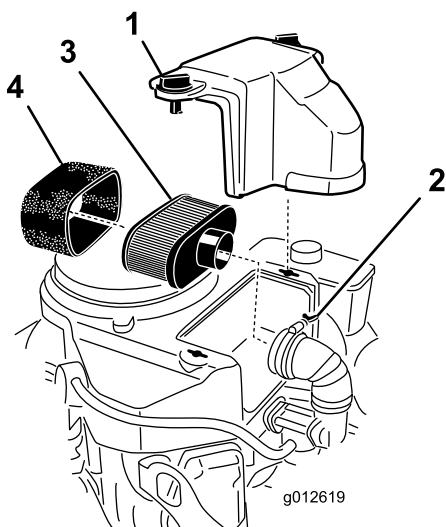

Figura 14
3. Limpie la zona alrededor del limpiador de aire para evitar que entre suciedad en el motor y cause daños (Figura 14).
4. Desenrosque los pomos de la tapa y retire la tapa del limpiador de aire (Figura 14).
5. Desenrosque la abrazadera y retire el conjunto del limpiador de aire (Figura 14).
6. Retire cuidadosamente el filtro de gomaespuma del filtro de papel (Figura 14).
Importante: No limpie el filtro de papel, cámbielo (Figura 14)
1. Deslice cuidadosamente el elemento de espuma sobre el elemento de papel del limpiador de aire (Figura 14).
2. Coloque el conjunto del limpiador de aire sobre la base del limpiador de aire y fíjelo con 2 tuercas de orejeta (Figura 14).
3. Coloque la cubierta del limpiador de aire y apriete el pomo de la cubierta (Figura 14).